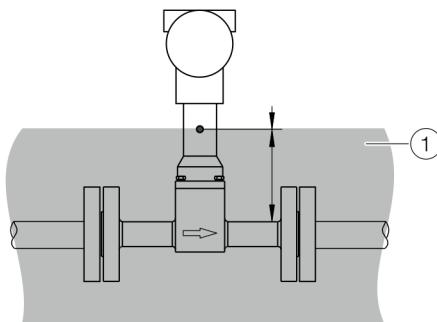

Рисунок 12. Изоляция измерительной трубы
- Если линии системы прокладываются внутри имеющегося слоя изоляции трубопровода (необходимо учитывать максимальное значение толщины, указанное на Рисунок 12).